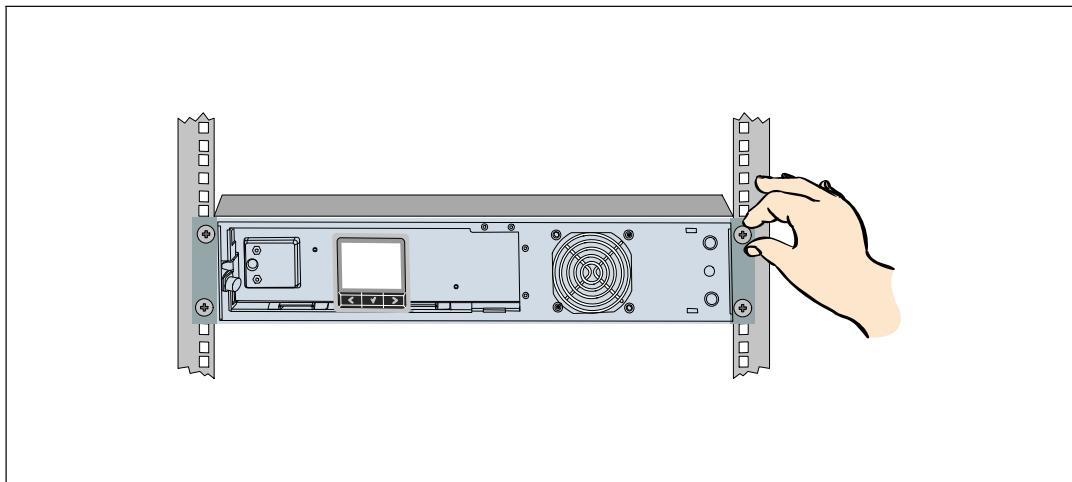

図16. キャビネットの固定方法
- 7 マウンティングブラケットにある4つの蝶ネジを使って、キャビネットの前方をラックに固定します（図16を参照）。手で強く締めてください。電動工具は使用しないでください。その他のキャビネットも同じ方法で固定します。